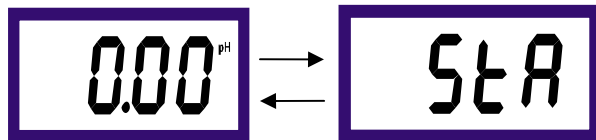

图 7-14
3、正常测量状态下按 SET 键,进入 4~20mA 输出范围设置状态,如图 7-14 显示即可进行输出范围启始值调整,设定点以下数值均输出 4mA。